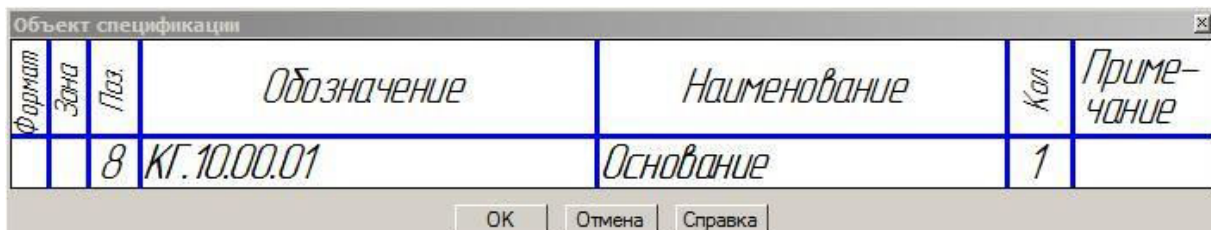

Рис. 10.22
3. в появившемся окне **Объект спецификации** заполните ячейки **Обозначение**, **Наименование** в соответствии со спецификацией и нажмите **ОК** (рис. 10.22);